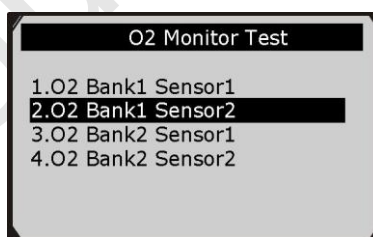

Рисунок 5-24
- 3) С помощью кнопок прокрутки вверх/вниз выберите датчик кислорода в меню O2 Monitor Test [Проверка монитора кислорода], а затем нажмите кнопку ОК. См. рисунок 5-24.